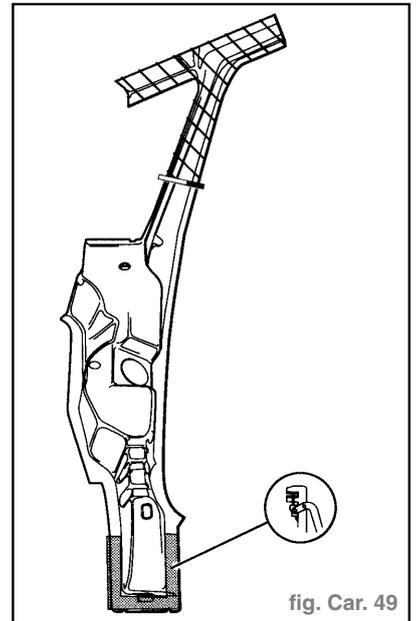

fig. Car. 49
- Percer le montant A intérieur dans la zone d'accostage extérieure (fig. Car. 49).